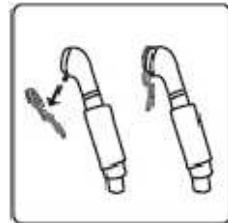

fig.26
- Insérez doucement le bas de la tête de diffusion dans le trou de la brosse & pince prévu à cet effet. Enfoncez-la jusqu'au bout afin qu'elle soit solidement fixée. (fig.26)